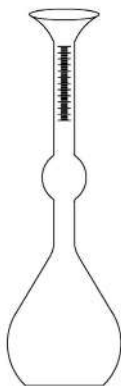

Рис. 23. Колба Ле-Шателье
7. **Колба Ле-Шателье** (рис. 23) — это колба с длинным горлом, которое расширено в середине. Выше и ниже этой расширенной части наносятся две риски, между ними объем, который равен 20 см^3 . Используется для определения плотности веществ.